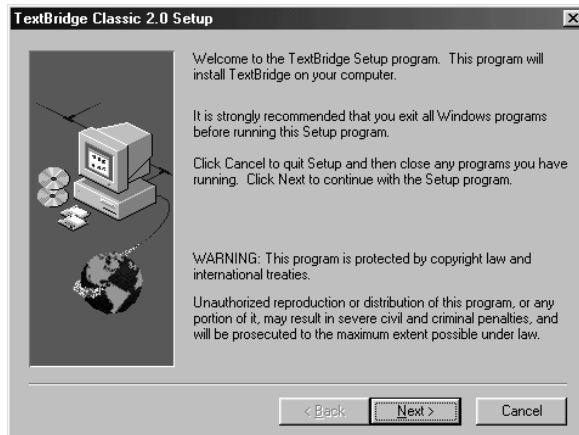

Figura 27: installazione di TextBridge Classic
1. Al termine dell'installazione di Adobe Acrobat Reader ha inizio l'installazione di TextBridge Classic. Viene visualizzata la finestra riportata in Figura 27.